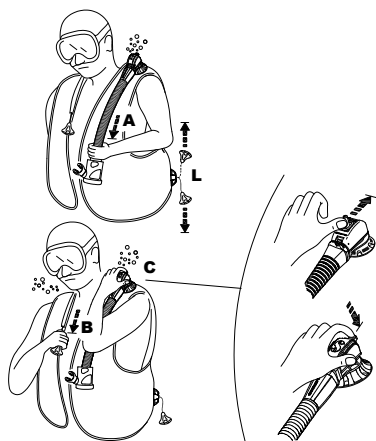

图 7
#### a) 轻拉软管接头（图7-A）
#### b) 按突出阀壳的按钮（图7-C）（已获专利）：这系统也可遇上困难的潜水员排气（惊慌、初学潜水的、失去知觉等等）。
- (1) 手动安全阀有一个安全手动栓在上面 (图7-C) , 推到上面 , 释放气体 , 以防手动释放系统发生故障 ( 肖栓等零部件坏了 ) 。或使用Air2呼吸时
- (2) 所有放水的方法 , 打开阀门不要超过需要的时间 , 这样做就是防止更多的水进入背心。
- (3) 当激活手动安全阀时 , 不要按压对口阀门按钮 , 水可以通过对口阀喷嘴进入背心。
**肩膊阀(图 7-B)**
这个系统可以用于潜水遇到问题时清除空气 , 右肩上的阀门 , 如果要激活 , 轻轻地拉动按钮 ( 把手 ) , 通过阀门本身的拉绳 ( 图7-B ) 来连接。为了操作任一款安全阀 , 升起阀门到一个高于背心气泡的位置 , 激活安全阀 , 直到达到期望的浮力 , 停止拉/推 , 关闭阀门 ( 图7-B ) 。
**低排气阀(图7-L)**
肩膊阀 ( 图7-B ) 及低排气阀 ( 图7-L ) 是排气量最大的排气设备。